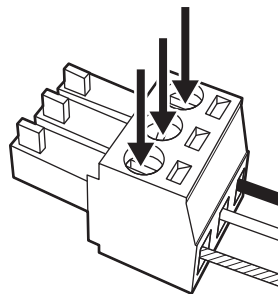

Fig. 2
- 2) Vissez solidement les vis de la Fiche pour bornier détachable de 3,5 mm à 3 broches avec un tournevis et fixez les fils conducteurs. (Fig. 2)**